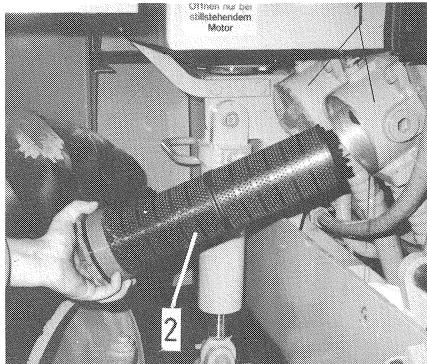

Bild 45
Im Hydraulikölbehälter befinden sich zwei Saugfilter (Bild 45/1).
- Filttereinsatz komplett mit Filterdeckel herausziehen (Bild 45/2) und außerhalb des Schwenkladers weitere Tätigkeiten durchführen.
- Pull up filter cartridges complete with casing bottom (Fig. 45/2) and carry out other operation outside the swing shovel loader.
- Retirer les éléments filtrants complètement avec la partie inférieure du boîtier (fig. 45/2) et effectuer les autres opérations en dehors du chargeur.